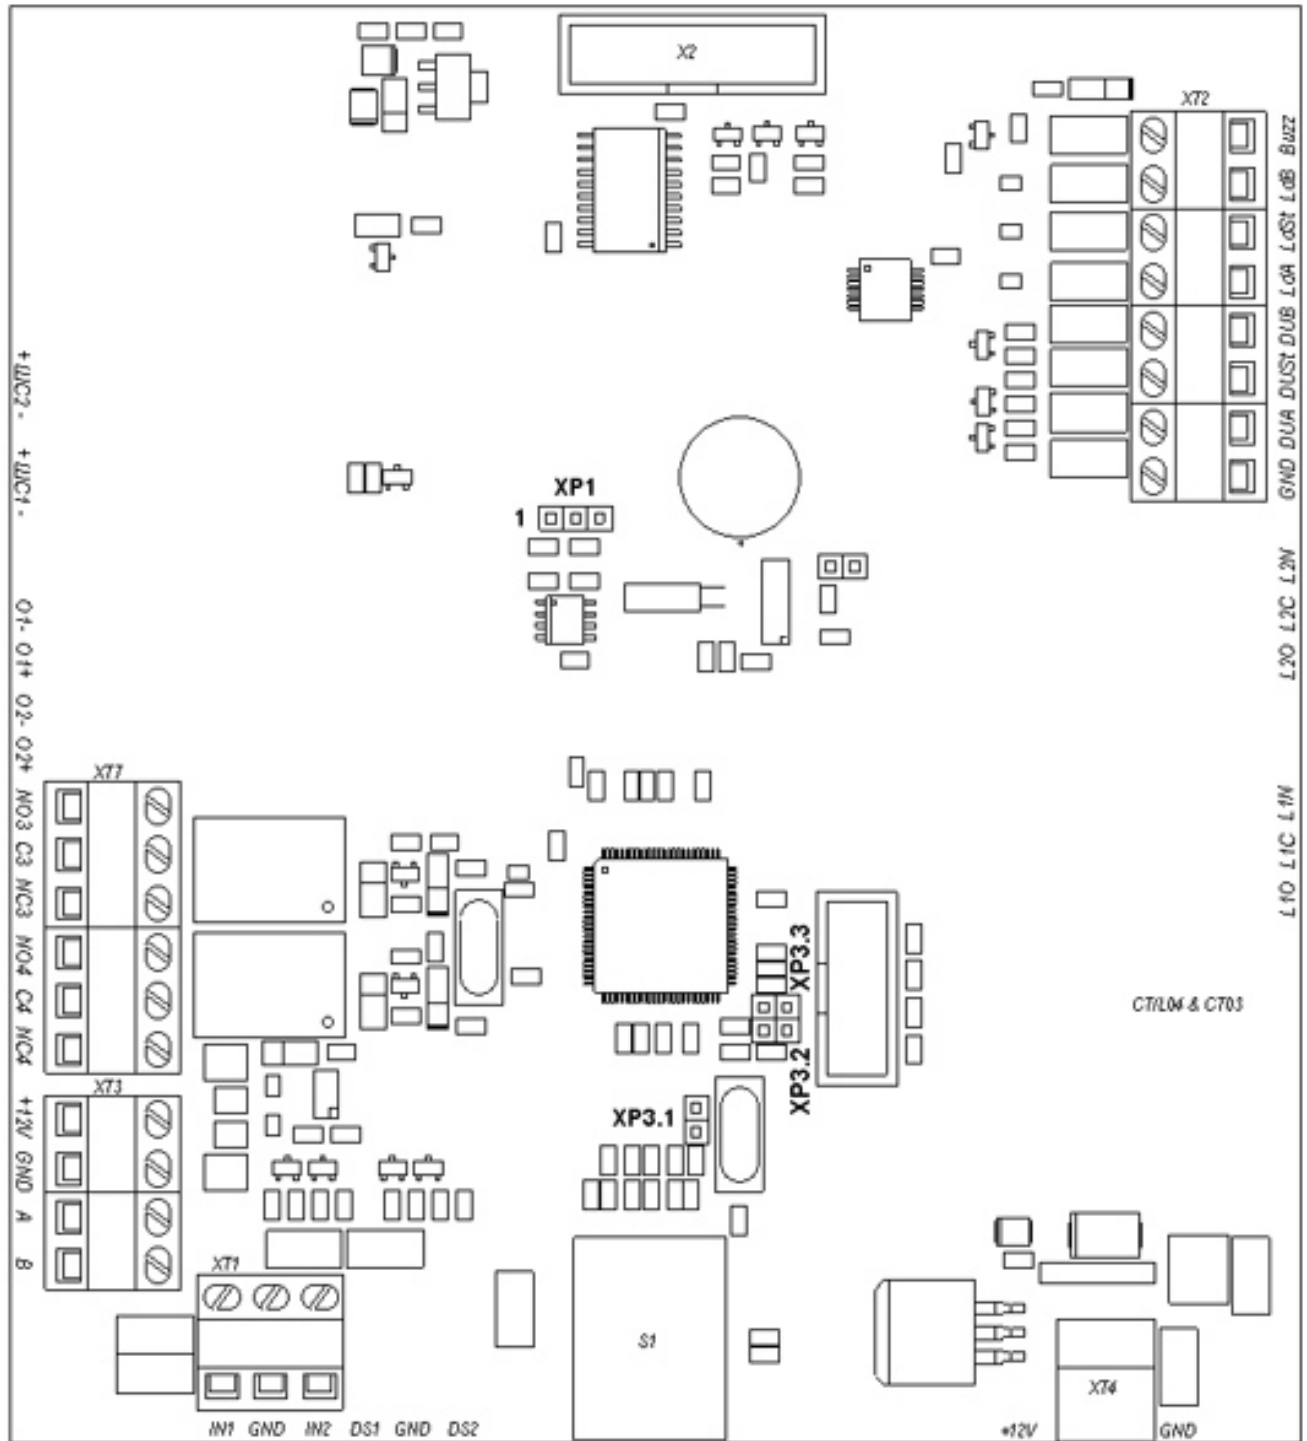

Рисунок 3 – Внешний вид платы контроллера *PERCo-CT03*
5.2.4 Пульт управления выполнен в виде небольшого настольного прибора в корпусе из ударопрочного АБС пластика и предназначен для задания и индикации режимов работы при ручном управлении КТ05.3. Пульт управления подключается к плате *PERCo-CT03* гибким многожильным кабелем (17) через клеммную колодку "XT2" (см. рисунок 3).
На лицевой панели пульта управления расположены три кнопки для задания режимов работы КТ05.3. Над кнопками расположены индикаторы. *Средняя* кнопка *DUST* (далее – кнопка "*Запрет прохода*") предназначена для переключения КТ05.3 в режим "*Запрет прохода*". *Левая* и *правая* кнопки (далее – кнопки "*Разрешение прохода*") предназначены для разблокировки КТ05.3 в выбранном направлении. Изменить ориентацию пульта управления относительно установки стойки КТ05.3 (если на месте установки стойка обращена к оператору не лицевой, а тыльной стороной) можно, поменяв местами провода от пульта управления, подключаемые на контакты *DUA* и *DUB*, а также *Led A* и *Led B* соответственно (рисунок 3 и рисунок А.1 Приложения А).
5.2.5 На плате контроллера *PERCo-CT03* (рисунок 3) расположены:
5.3.2 Подключение указанных в п. 5.3.1.1 автономных устройств производится с помощью кабелей (17) и (19) к соответствующим клеммным колодкам “ХТ2” и “ХТ4” платы PERCo-CT03 (рисунок 3) в соответствии со схемой подключения (рисунок А.1 Приложения А).